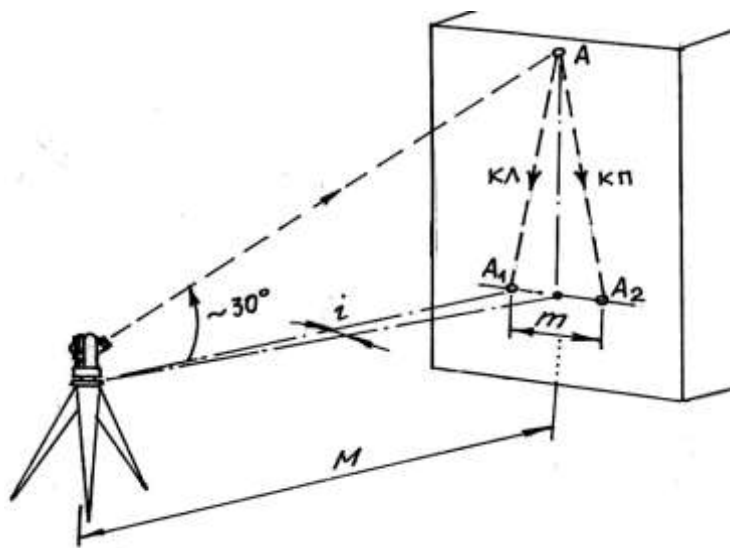

Рисунок 12. Пятая проверка теодолита.
1. Теодолит установить недалеко от высокого объекта (например, стены здания). В верхней части стены выбрать какую-либо заметную точку так, чтобы визирование на нее производилось при наклоне визирной оси к горизонту примерно на 30° (рис. 12).